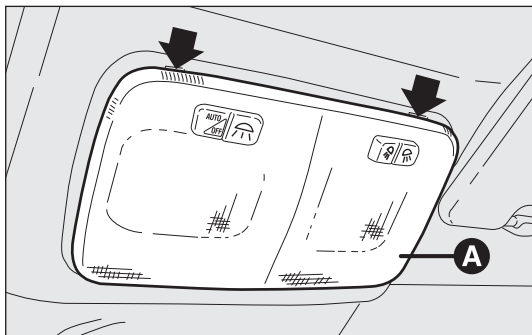
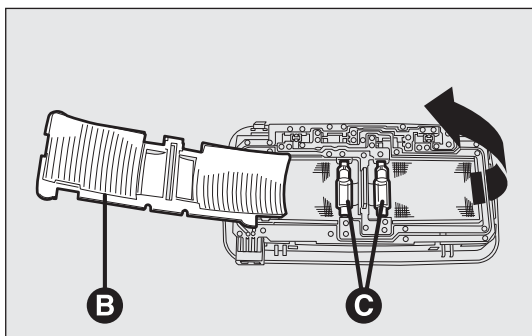

fig. 194
fig. 195
- ❑ agire nei punti indicati dalle frecce e rimuovere la plafoniera A-fig. 194;
- ❑ aprire lo sportellino di protezione B-fig. 195;
- ❑ sostituire le lampade C-fig. 195 svincolandole dai contatti laterali accertandosi che le nuove lampade risultino correttamente bloccate tra i contatti stessi;
- ❑ richiudere lo sportellino B-fig. 195 e fissare la plafoniera A-fig. 194 nel proprio alloggiamento accertandosi dell’venuto bloccaggio.